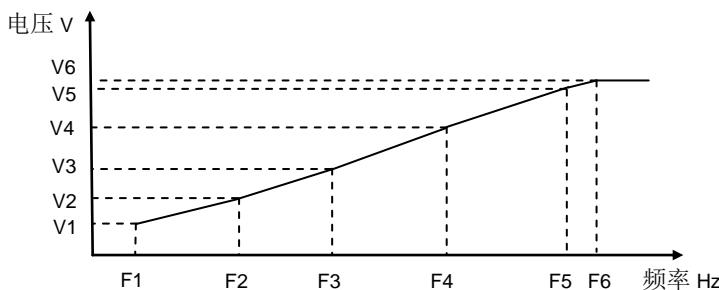

图 6-4 自定义 V/F 曲线图
- F3-02~F3-11 设定自定义 V/F 特性曲线, 如图 6-4 所示。